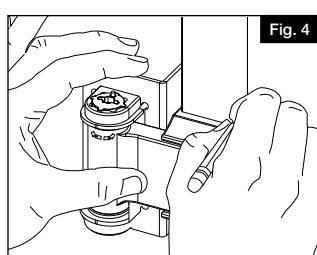
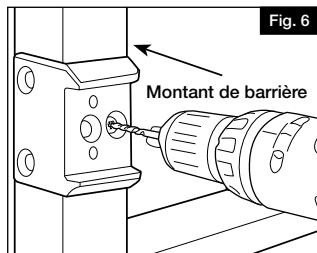

Fig. 4
Fig. 6
- c. Placer les charnières à l'emplacement désiré sur le montant de barrière en laissant un espace minimal de 32" (0,81 m) entre les charnières. Faire des marques sur le montant de barrière au haut et au bas des deux plaques de barrière (Fig. 4).
- b. Placer les plaques de barrière entre les marques faites à l'étape 4 (Fig. 4). Au moyen d'une mèche de 3/32" (2,4 mm), percer des avant-trous à travers les deux trous de vis sur le devant de chacune des plaques de barrière (Fig. 6).